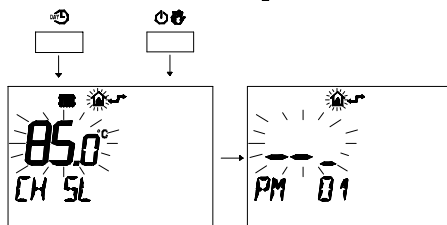

fig. 5.45
- 2 Premere contemporaneamente i pulsanti e per entrare nella programmazione trasparente (fig. 5.45)